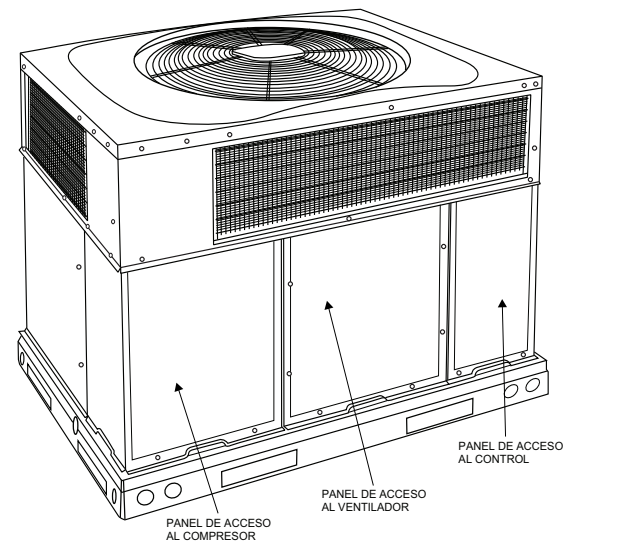

Fig. 22 – Paneles de acceso de la unidad
- Quite el panel de acceso del ventilador (consulte la Fig. 22).
- Vuelva a instalar el panel de acceso del ventilador (consulte la Fig. 22).
Quite el panel de acceso del ventilador (consulte la Fig. 22). El interruptor limitador está ubicado en la partición del ventilador.
Quite los paneles de acceso (consulte la Fig. 22) para localizar todos los controles eléctricos y el cableado. Compruebe que todas las conexiones eléctricas estén apretadas. Apriete todas las conexiones con tornillos. Si se observan conexiones ahumadas o quemadas, desarme la conexión, limpie todas las piezas, vuelva a pelar el extremo del cable y vuelva a montar la conexión de forma correcta y segura.